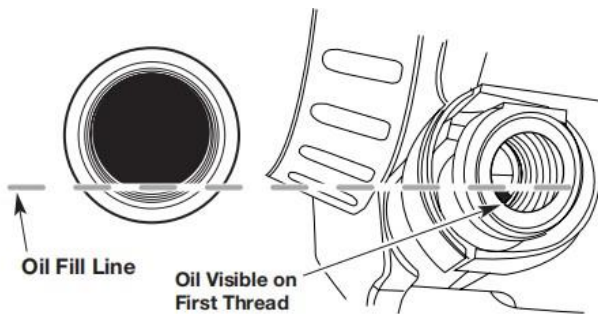

Fig. 10
- 5) Schauen Sie in die Öleinfüllöffnung; verwenden Sie ggf. eine Taschenlampe. Füllen Sie Öl in die Öleinfüllöffnung ein, bis der Ölstand am ersten Gewinde des Ölbehälters sichtbar ist (Abb.10). Wenn der Ölstand zu niedrig ist, füllen Sie Öl in die Öleinfüllöffnung ein, bis der Ölstand das untere Gewinde der Öleinfüllöffnung berührt.